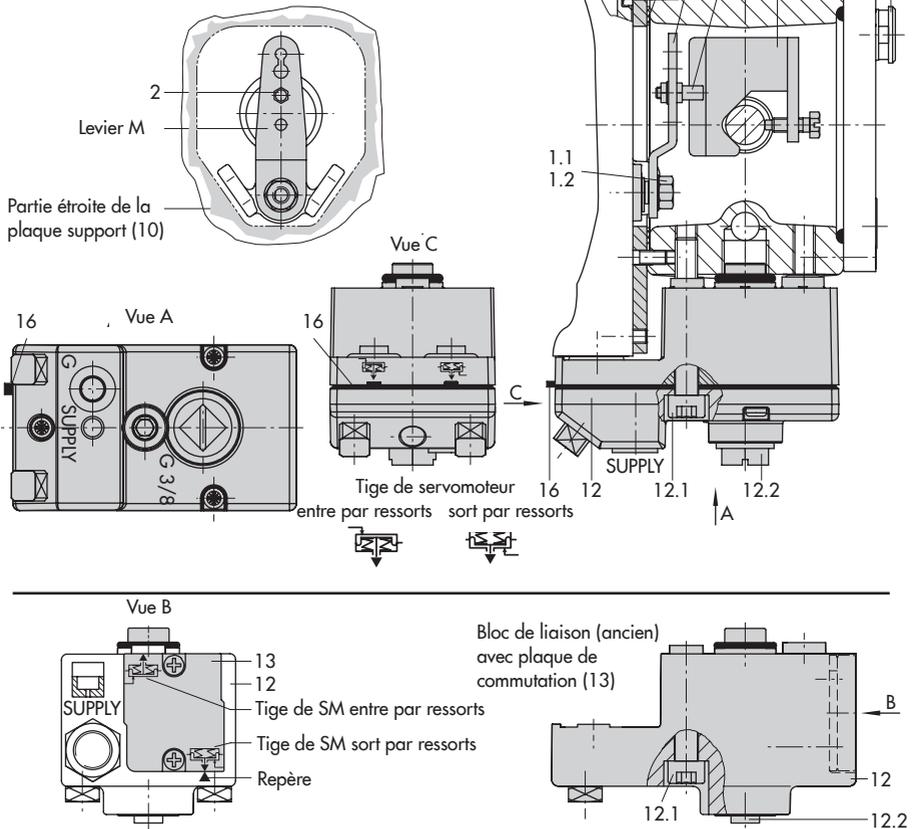

Fig. 4: Montage intégré – Raccord de pression de commande pour servomoteur type 3277 de 175 à 750 cm²
Monter le positionneur sur l'arcade comme illustré sur la Fig. 4. La pression de sortie est transmise par le bloc de liaison (12) sur la membrane et par un orifice dans l'arcade pour les exécutions "Tige sort par ressorts"; alors que la liaison est externe pour les exécutions "Tige entre par ressorts".
1. Placer la plaque de transmission (3) sur la tige de servomoteur en vérifiant que la vis de fixation est bien placée dans la rainure circulaire de la tige de servomoteur.
2. Fixer la plaque support (10) sur le servomoteur de telle sorte que la partie étroite de la découpe (Fig. 4 à gauche) soit dans la direction des raccordements pneumatiques du positionneur et que le joint plat (14) collé soit du côté de l'arcade.
3. Pour **les servomoteurs de 355/700/750 cm²**, le positionneur est équipé sur l'arrière de son boîtier d'un levier **M** (1). Déplacer le palpeur (2) de la position **35** à la position **50** dans le perçage prévu à cet effet, puis visser.
6. Pour le nouveau bloc de liaison, la languette du joint (16) du bloc de liaison doit être positionnée selon l'exécution du servomoteur soit "Tige sort par ressorts", soit "Tige entre par ressorts". Si nécessaire, enlever la plaque de commutation en défaisant les trois vis de fixation et retourner le joint (16) de 180°.
Pour l'ancien bloc de liaison (Fig. 4 en bas), la plaque de commutation (13) doit être positionnée en face du repère correspondant à l'exécution du servomoteur.
7. Placer le bloc de liaison (12) avec ses joints d'étanchéité sur le positionneur et l'arcade, puis fixer fermement avec la vis (12.1). Pour les servomoteurs "Tige entre par ressorts", ôter le bouchon (12.2) pour effectuer la liaison avec le servomoteur.
8. Placer le couvercle (11) de l'autre côté de l'arcade du servomoteur de telle sorte que l'évent permette l'évacuation vers le bas d'éventuels condensats.
TS: Ôter le bouchon 12.2 (Fig. 4, page 15) du bloc de liaison et créer une liaison pneumatique avec la purge du servomoteur.